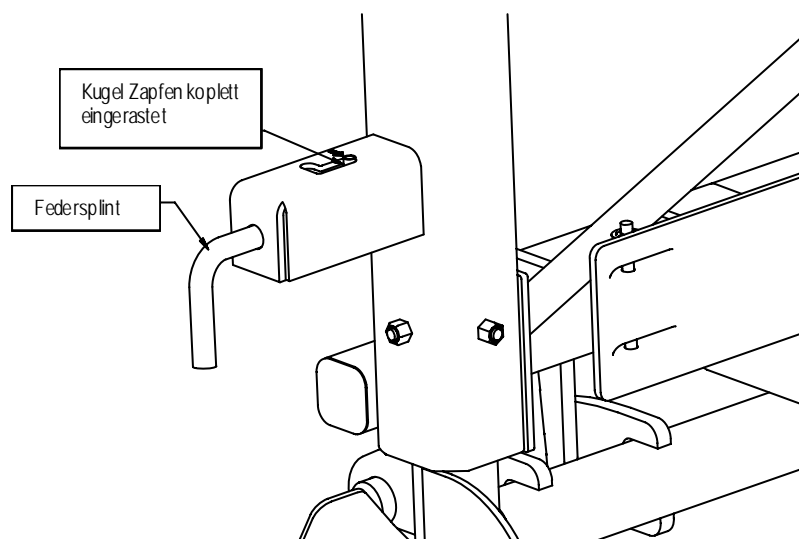

Bild 22. Federbolzen eingerastet
7. Sobald der Streuer seine endgültige Position erreicht hat, versichern Sie sich, dass beide Zapfen eingerastet sind. Siehe Bild 22.